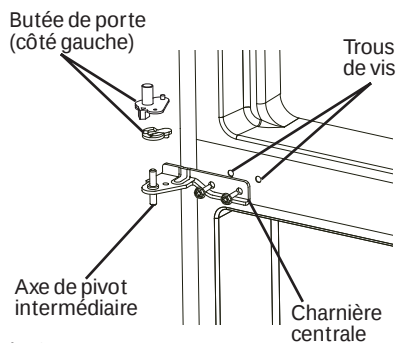

Fig. 8
6. Pour installer la porte réfrigérateur : Aligner le trou inférieur gauche de la porte du compartiment réfrigérateur au-dessus de l'axe de charnière inférieure. Déplacer la porte vers l'avant pour la redresser et l'aligner sur la charnière centrale. Installer la charnière centrale de nouveau, et tourner l'axe de charnière jusqu'à ce qu'il entre complètement dans le corps de la porte. Fixer la charnière à l'aide des vis fournies (voir Fig. 8). **REMARQUE :** Retirer les bouchons du cadre de porte et les installer de l'autre côté.